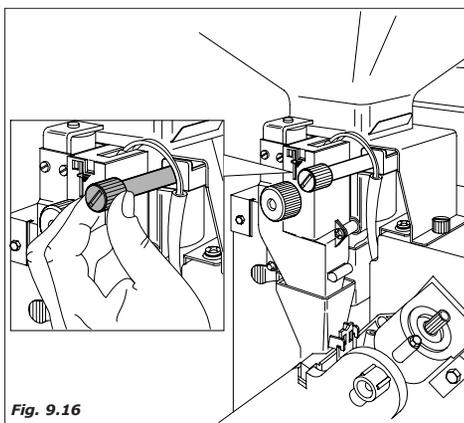

Fig. 9.16
- *Regulagem do gráu de moedura.* Virar o parafuso (Fig.9.16) para obter os resultados desejados. Virando no sentido horário obtem-se uma moedura fina, virando no sentido anti-horário obtem-se uma moedura grossa. Depois da regulagem devem ser efetuadas 3 regulagens de produto para controlar a qualidade da regulagem, quanto mais a granulometria é fina, quanto maior será o tempo necessário para a distribuição do produto.